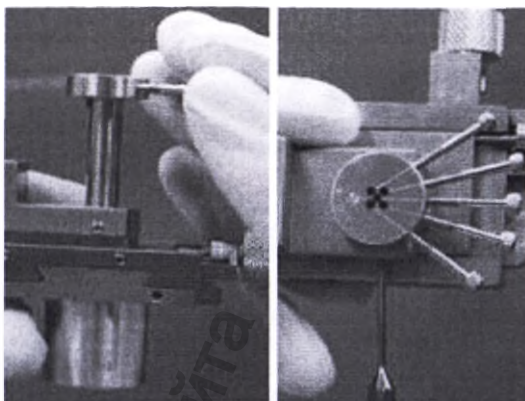

Рисунок 36: Установка адаптера Bengun на установочную платформу (показана конфигурация «X»)
11. Установите адаптер электродов Bengun на установочную платформу (рисунок 36) в конфигурации соответствующей конфигурации держателя электродов (конфигурация «X» или конфигурация «+»).